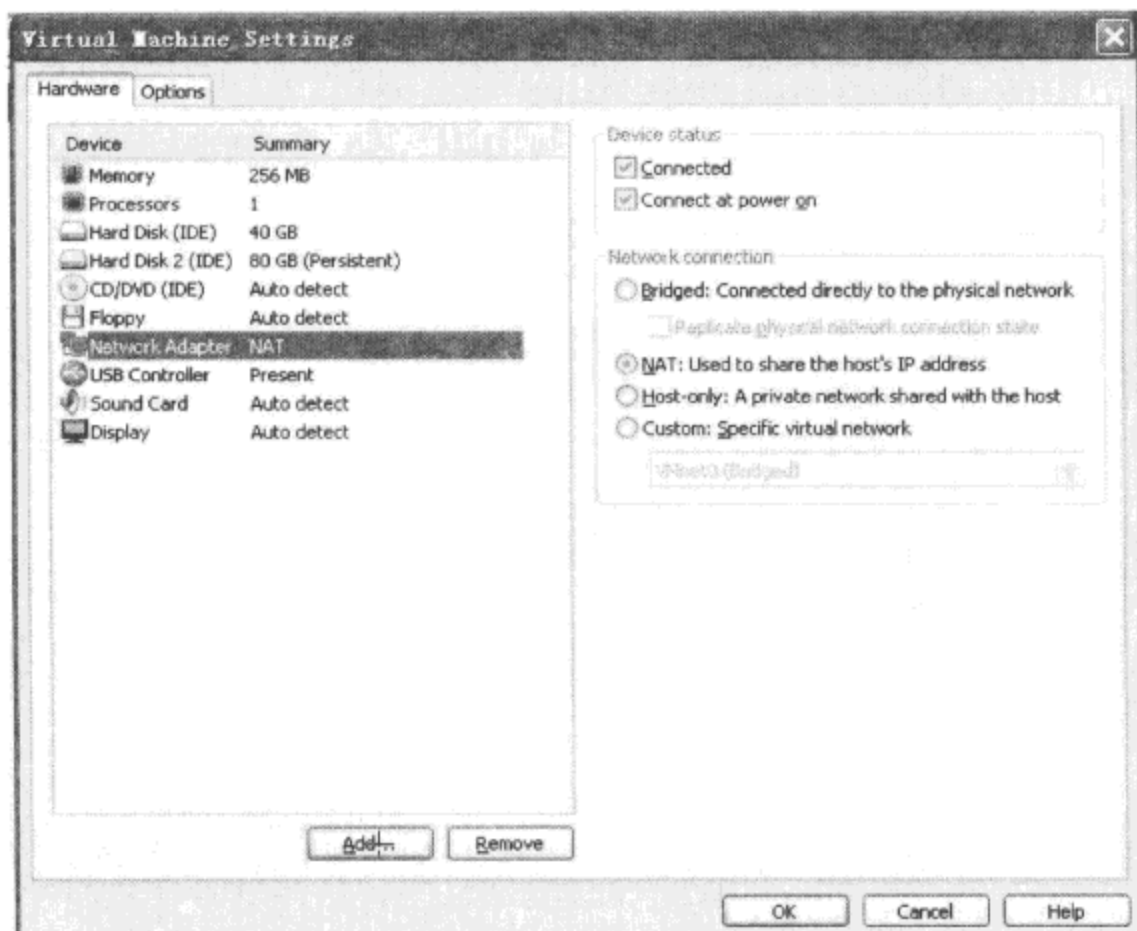
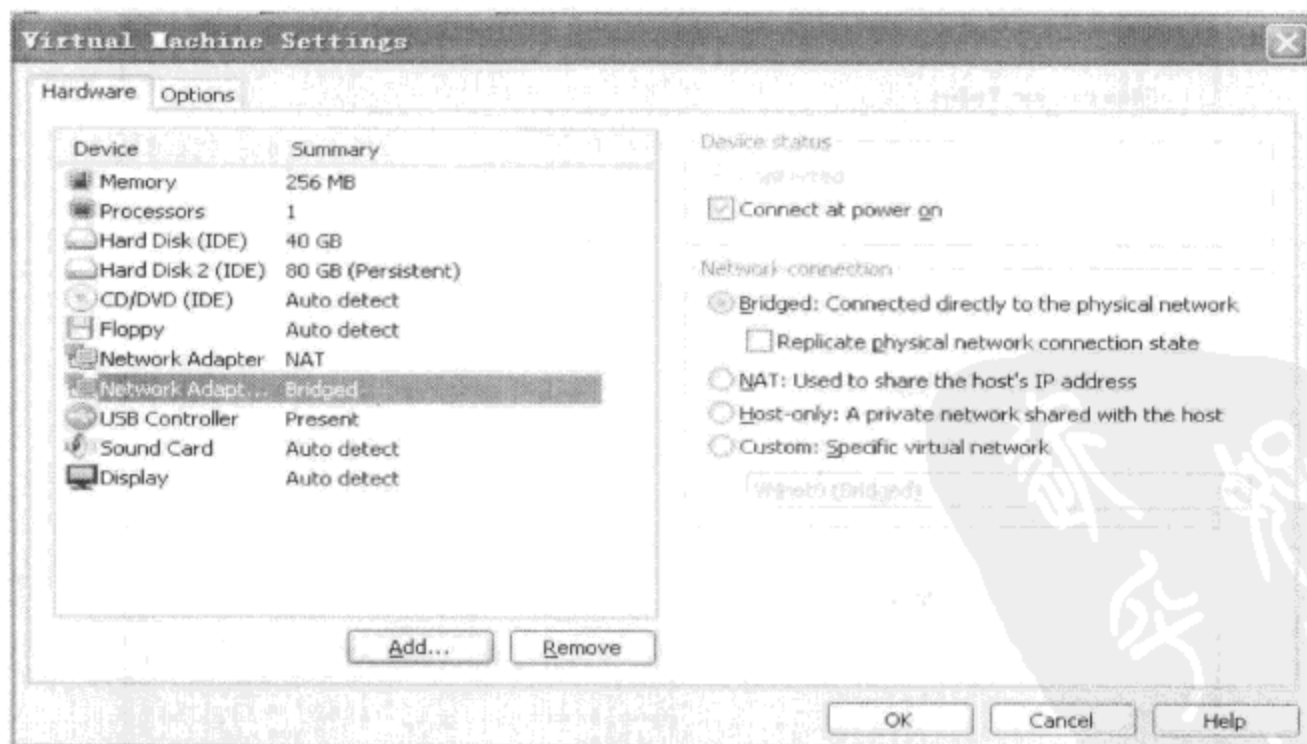

图 4-27 虚拟机设备页
图 4-30 完成第二张网卡添加后
(2) 为虚拟机添加第二张网卡,并设置为桥接(图4-27~图4-30)。